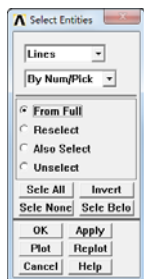

图 7-17 “Select Entities”对话框
中选择“From Full”，如图 7-17 所示。单击“OK”按钮，会弹出“Select Lines”选择对话框，选择线段 L1、L2，单击“OK”按钮关闭对话框。
⑬依次选择 Utility Menu→Select→Entities，会弹出“Select Entities”对话框。在第一个下拉框中选择“Lines”，在第二个下拉框中选择“By Num/Pick”，在第三个单选框中选择“From Full”，如图 7-17 所示。单击“OK”按钮，会弹出“Select Lines”对话框，选择线段 L13、L30、L27、L25、L24、L26、L17，单击“OK”按钮关闭对话框。